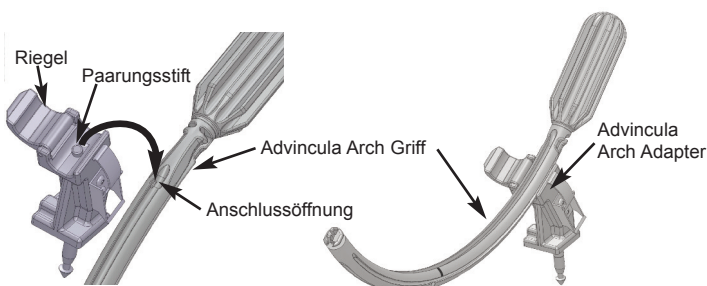

Abb. 2. Anschluss des Advincula Arch Griffs
1. Öffnen Sie den Riegel am Adapter (siehe Abb. 2).